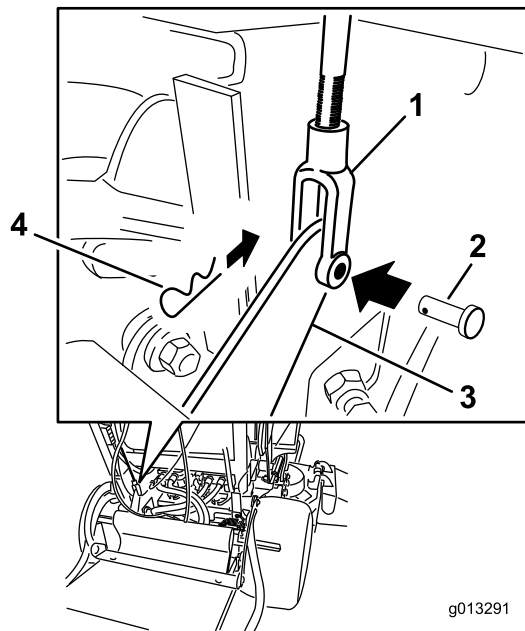

Bild 60
4. Entfernen Sie zum Einstellen der Bremse den Splint und den Lastösenbolzen vom unteren Bremshebel und dem Joch (Bild 60).
7. Befestigen Sie das Joch mit dem Splint und dem Lastösenbolzen am unteren Bremshebel (Bild 60).